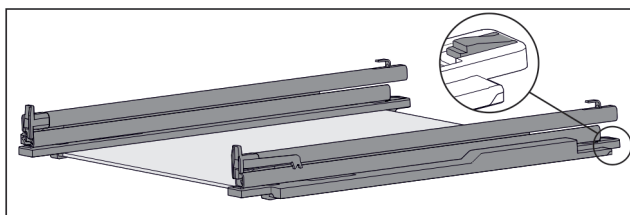

Fig. 149 Sklenená doska s koľajničkami a prídržnými dielmi
- ▶ Potlačíte prídržný diel vzadu nadol (pozri Fig. 149) a súčasne posuňte koľajničku dozadu.